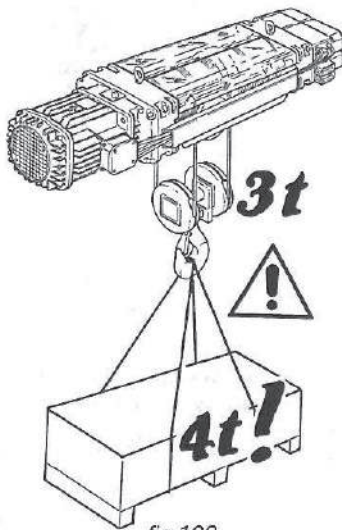

fig. 108
- *la cuál el peso supera la carga nominal del montacargas (fig. 108).*